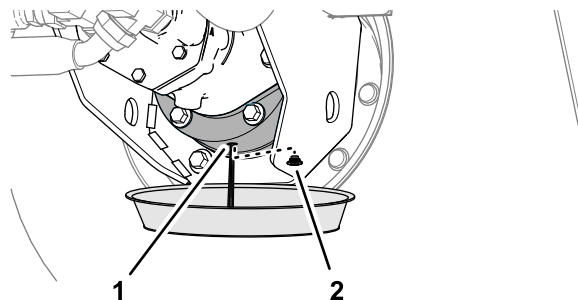

Bild 97
6. Stellen Sie eine Auffangwanne unter das Bremsgehäuse, entfernen Sie die Ablassschraube und lassen Sie das Öl vollständig ablaufen (**Bild 97**).